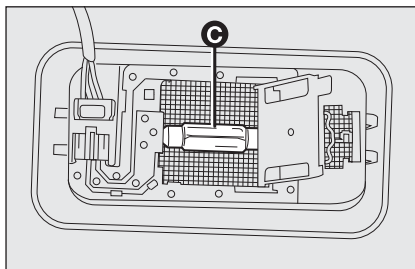

fig. 42
- remplacer l'ampoule **C-fig. 42** en la dégageant des contacts latéraux, engager la nouvelle ampoule en s'assurant qu'elle soit correctement bloquée entre les contacts mêmes;